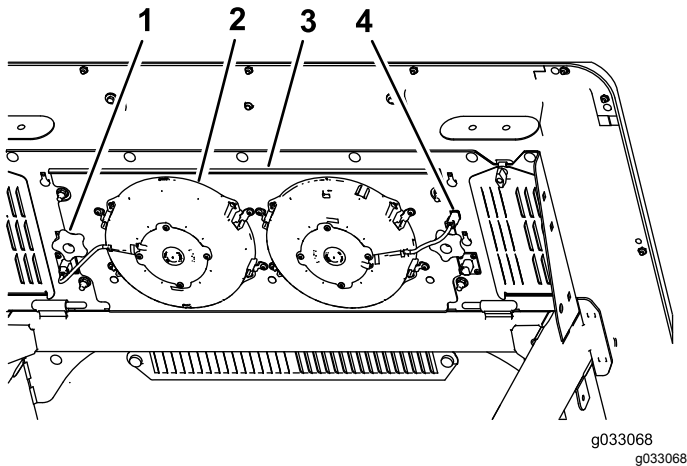

図 57
3. ファン用のプラグとコードをソケットから外す **図 57**。
4. ファンパネルアセンブリとファンをキャブの上部に固定しているノブ2個ボルトを外してアセンブリを外す **図 57**。